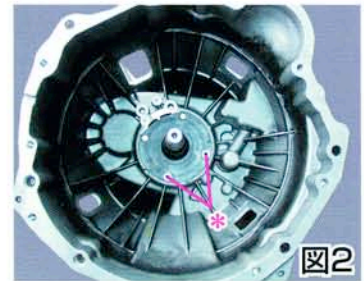

図2
3. フロントカバーを固定しているボルト (図2の*印の部分) を2本外す。